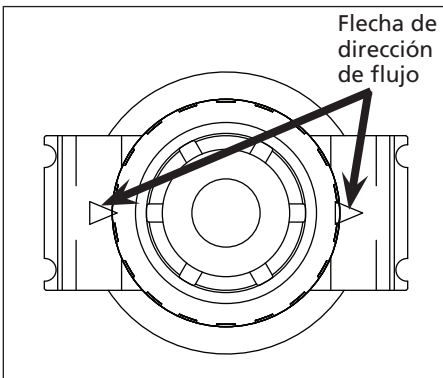

Figura 2 - Detalle mostrando ubicación de la flecha de dirección de flujo
1. Ubique la flecha de dirección de flujo (Vea Figura 2). Esta flecha indica la dirección del flujo de aire.